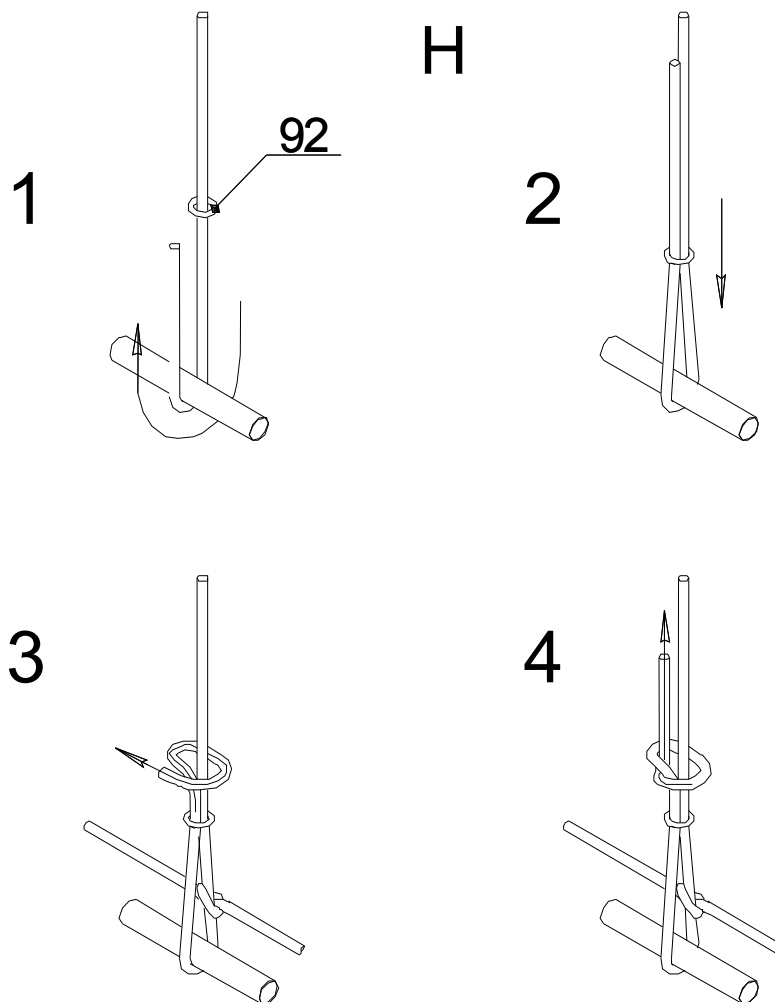

Рис.4 Схема крепления вертикальных плетей сетки лаза
- H. Закрепить вертикальные плети сетки лаза (рис.4, H).